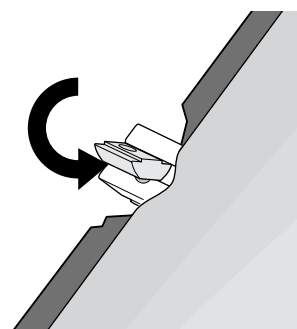
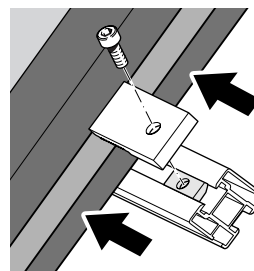

Bild 6a
Bild 9
- An einer Seite beginnend die Nutensteine mittels einer Drehbewegung in die Montageschienen einsetzen, siehe Bild 6a.
- Nutensteine wie in Bild 6a einsetzen. Die äußeren Befestigungsklemmen aufschrauben, in den Montageschienen an den Kollektor heranschieben und festziehen, siehe Bild 9.